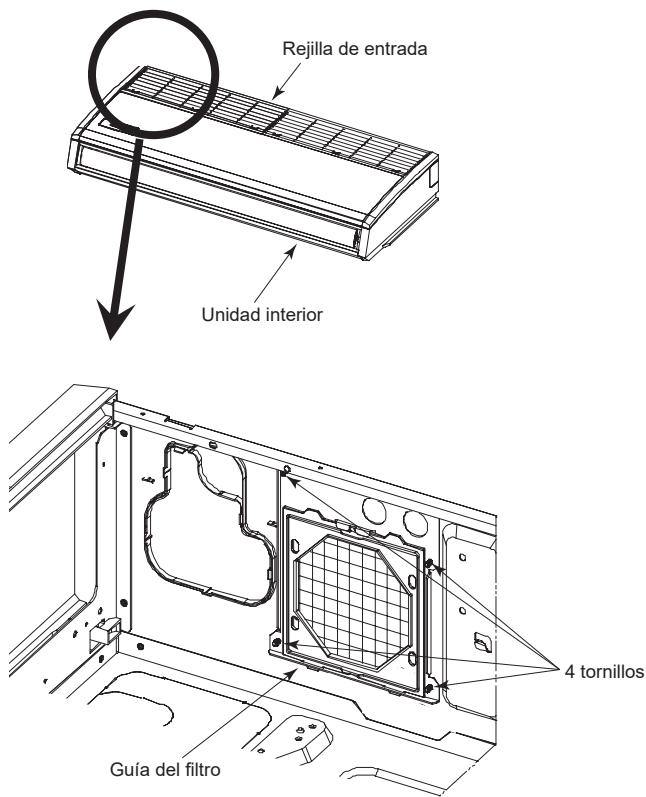
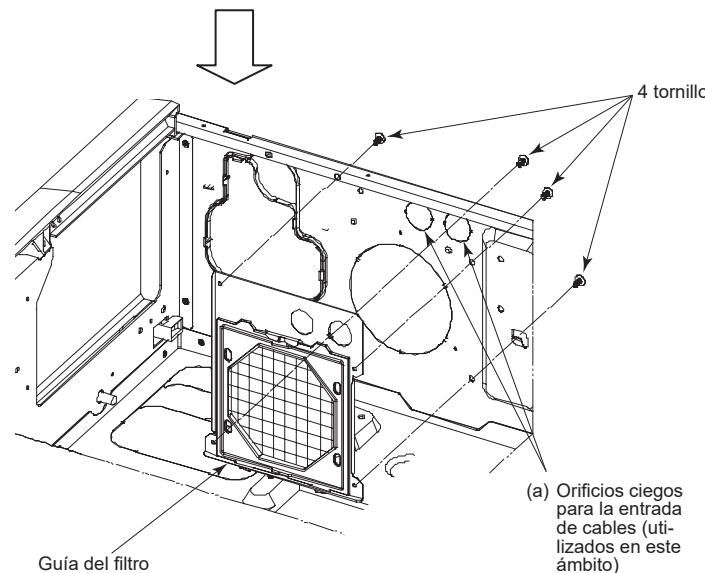

Fig. 6-6
Fig. 6-7
* Fig. 6-6 y Fig. 6-7 muestran el estado después de retirar la rejilla de entrada.